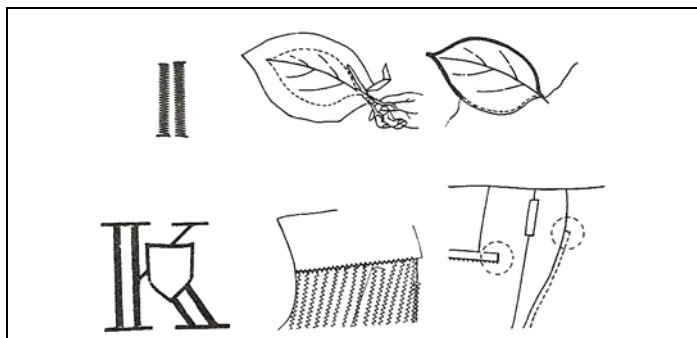

Fig. 39
24.7 OUTROS MODOS DE COSTURA (Fig. 39)